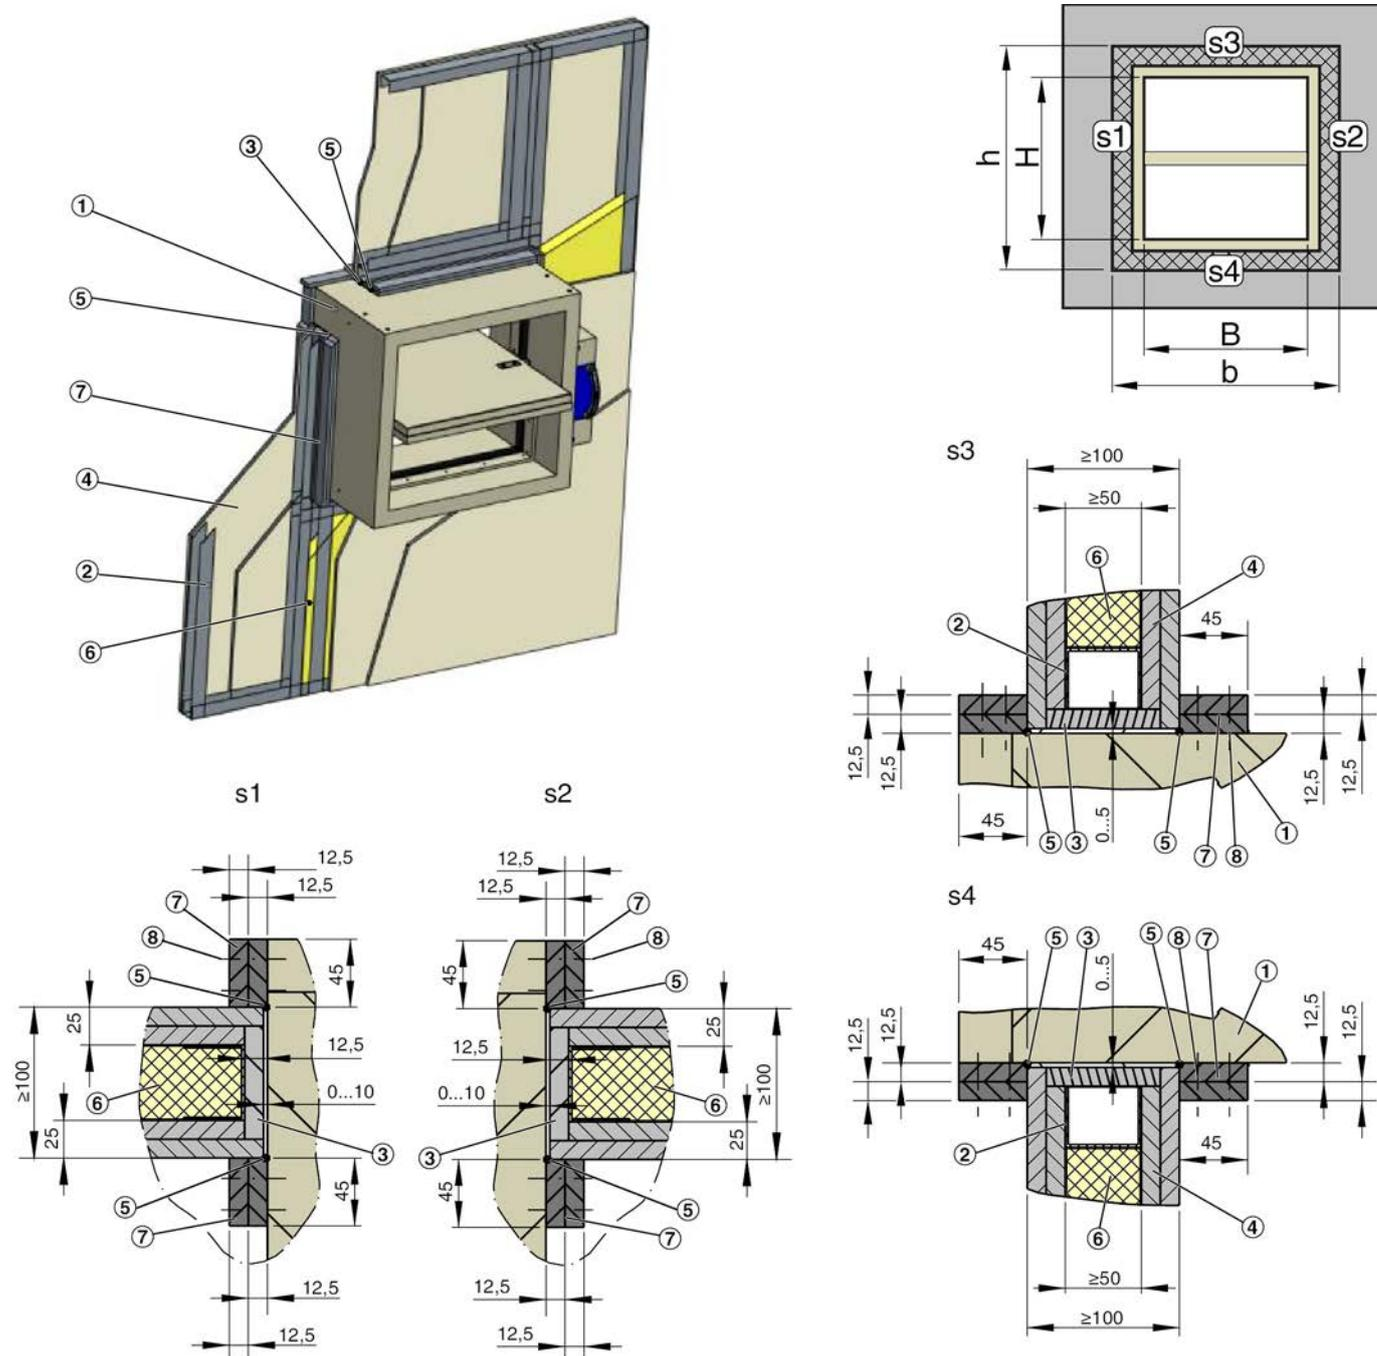

Fig. 16: Montage à sec sans mortier dans une cloison légère de séparation, variante de montage b, indice de classification : v_{ew}
1. ▶ Créer une ouverture de montage conformément à Voir la Fig. 16 .